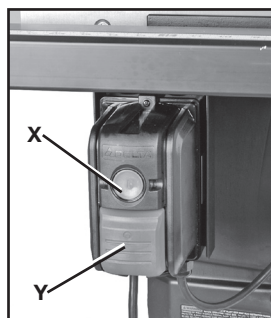

FIG. 19
1. L'interrupteur d'**ALIMENTATION** (X) fig. 19 est situé sous le volet extensible avant gauche. Pour démarrer ("ON") la scie, appuyer sur le bouton rond (X) fig. 19.
2. Pour éteindre ("OFF") la scie, appuyer sur le bouton (Y) fig. 19.